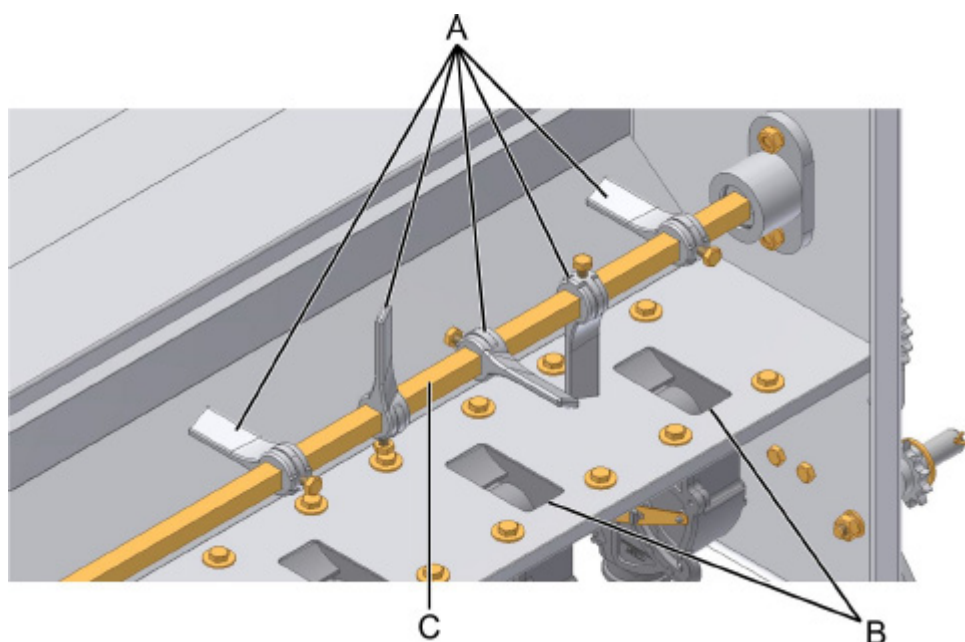
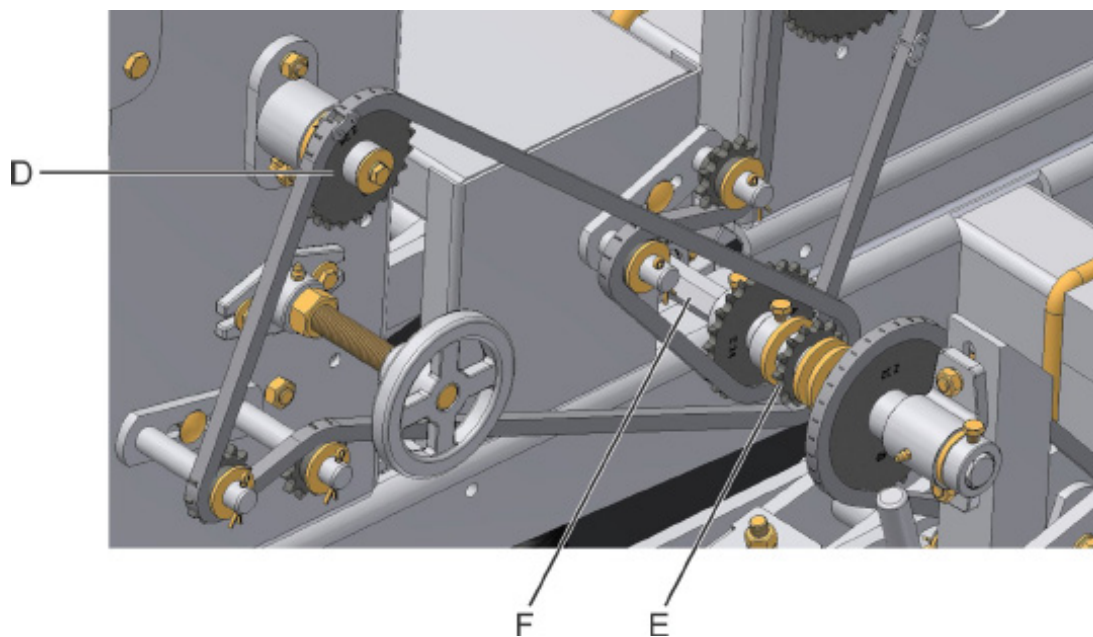

fig. 18
fig. 19
Con el objetivo de mover las semillas de trigo y favorecer su desplazamiento hasta el rotor, mantenga los agitadores (A) (fig. 18) en la posición de montaje lo más cerca posible de la ventana de apertura del rotor (B), manteniéndolos en la posición de montaje a 90° conforme el montaje de la (fig. 18).
La transmisión del eje (C) (fig. 18) es realizada por las ruedas dentadas (D) y (E) (fig. 19), accionadas por el eje de transmisión (F).